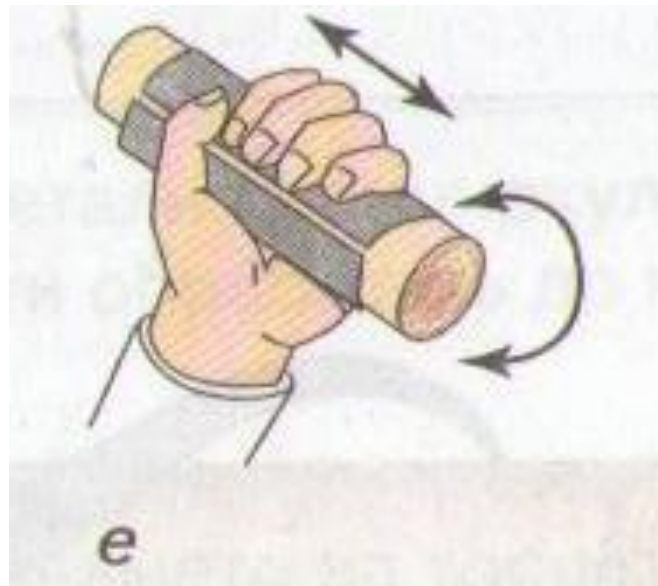

Рис. 1, е
- Окончательно обрабатывают цилиндрическую поверхность с помощью шлифовальной шкурки. При этом один конец заготовки закрепляют в зажиме верстака, а другой обтягивают шлифовальной шкуркой и вращают её. Иногда заготовку обертывают шлифовальной шкуркой, обхватывая левой рукой, в правой вращают её и перемещают вдоль оси вращения (рис. 1,е)